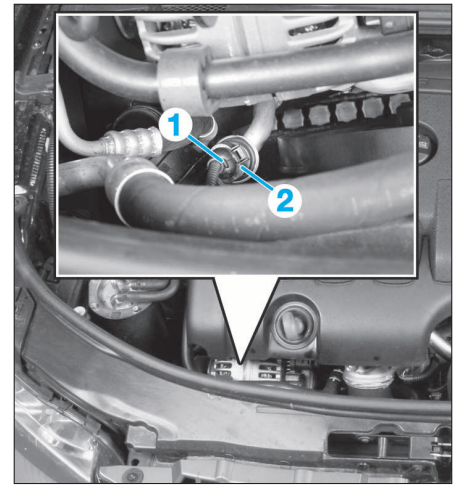

FIG. 31
- Débrancher le connecteur (1) du servomoteur (Fig.31).